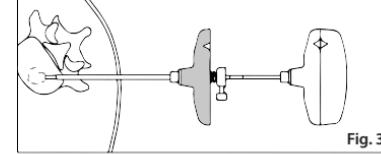

Fig. 3
FIG. 3 Une fois la seringue retirée, insérez la Poignée (B) dans le Chargeur (A) et poussez prudemment jusqu'au contact avec l'extrémité Luer du Chargeur (A) tout en surveillant le flux de ciment sous imagerie.